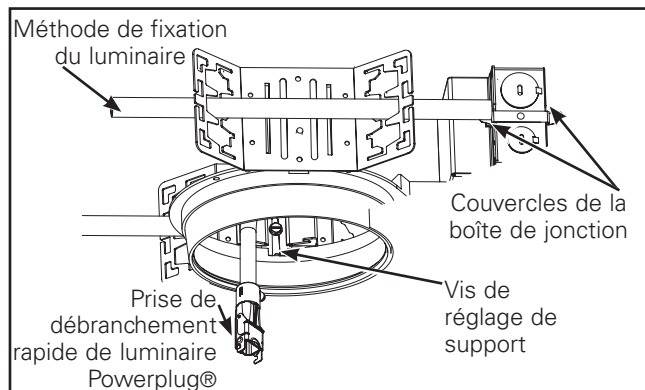

Figure 1.
2. Vis de réglage du support : Ajustez les vis de réglage du support de façon à ce que le bas de l'anneau de plâtre soit à niveau avec la ligne de finition du plafond. Le crochet de support est réversible pour permettre un ajustement complet de 12,7 cm (5 po) (Figure 1.).